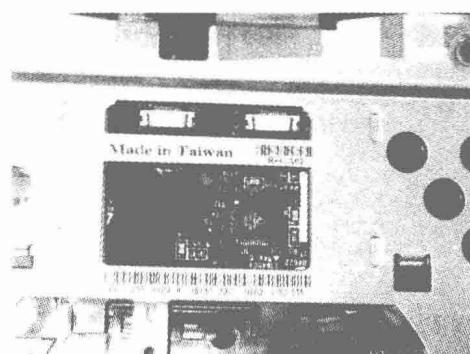

图 1-40 印制电路受潮氧化
- (2) 触摸板的印制电路受潮氧化，如图 1-40 所示。